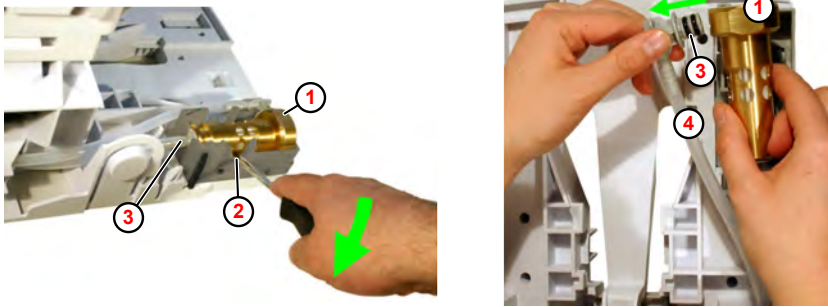

Abb. 19: Demontage/Montage Rohrunterbrecher
1. ➤ Rohrunterbrecher (Abb. 19 , ①) mit Schraubendreher aus der Halterung (seitliche Öffnung) ② hebeln.
2. ➤ Verbindungsniessel ③ vom Rohrunterbrecher ① abziehen.